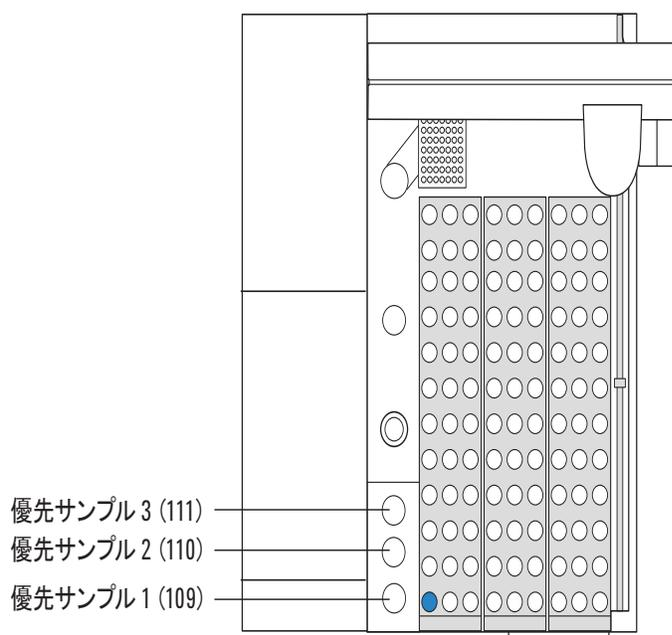

図 11 トレイバイアル位置
- 2 必要に応じて、キャップを付けたサンプルバイアルをトレイに配置します。図 11 を参照してください。